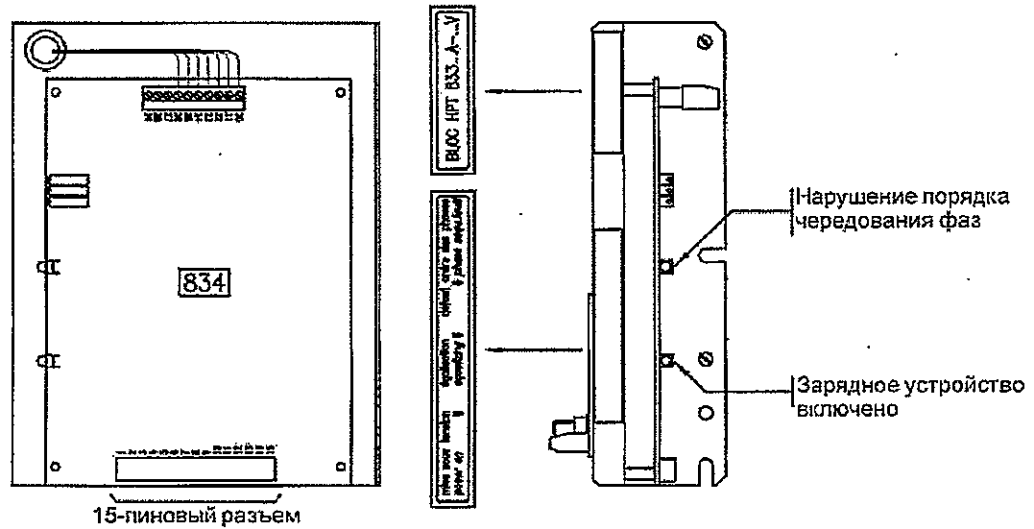

Рисунок 1— Внешний вид платы управления 834
1.4.12 В ЗВУ НРТ предусмотрена защита от неправильного чередования фаз входного напряжения, при срабатывании которой начинает светиться светодиод красного цвета на плате 834 (см. 1.3.4, рисунок 1).